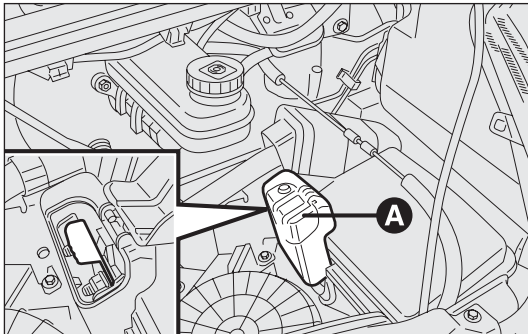

рис. 157
- приподнимите крышку А, чтобы открылся доступ к положительному выводу аккумулятора – рис. 157;